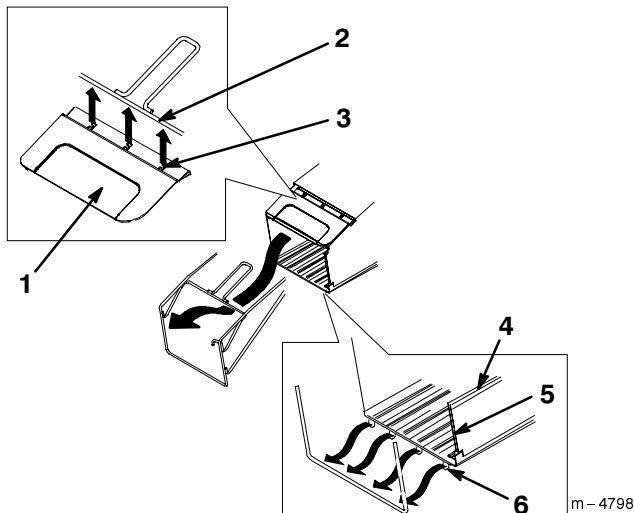

Figura 6
3. Encaje la barra del bastidor superior en las tres piezas de encaje de la tapa del saco, tal como se indica en la Figura 6.
4. Introduzca los dos canales laterales y los dos canales superiores del saco para hierba en el bastidor del mismo, tal como se indica en la Figura 6.
5. Encaje la barra del bastidor inferior en las cuatro piezas de encaje de la base del saco, tal como se indica en la Figura 6.